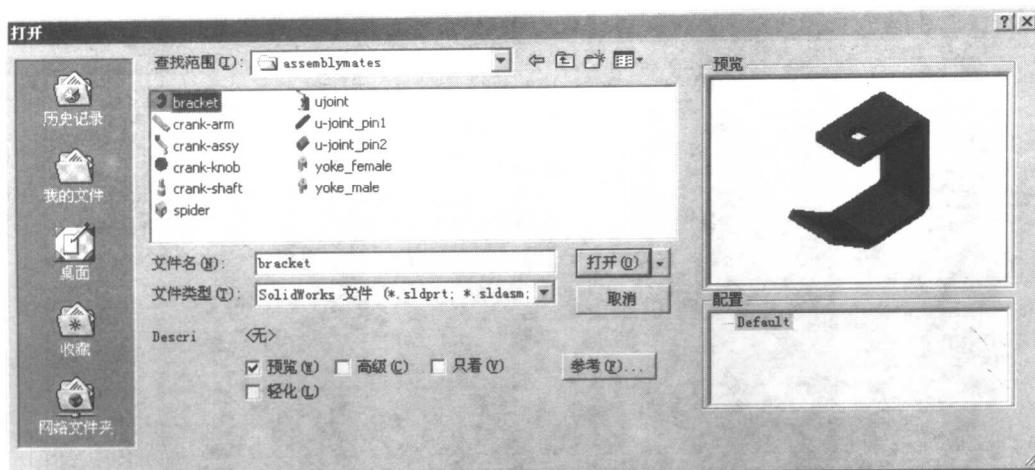
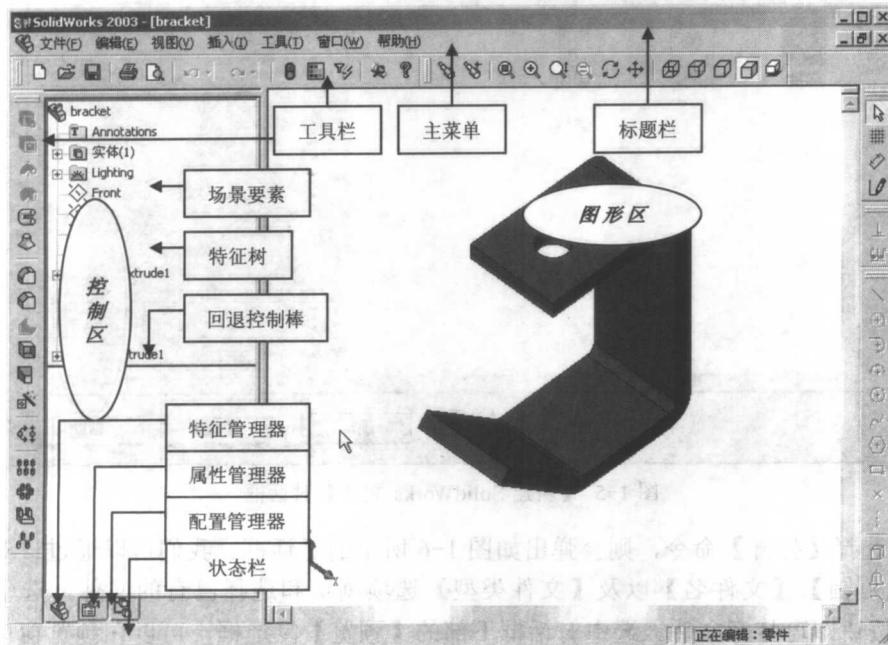

图 1-6 【打开】对话框
图 1-7 SolidWorks 2003 的用户界面
如果选择【打开】命令，则会弹出如图 1-6 所示的对话框。我们可以通过该对话框中的【查找范围】、【文件名】以及【文件类型】选项浏览和选择已有的文件，选中后单击 打开(O) 按钮即可打开文件。选中对话框下部的【预览】复选框，可以在预览窗口中观察模型的基本情况，从而可以帮助我们确定要选择的文件。
SolidWorks 的用户界面属于典型的 Windows 软件风格，操作起来十分方便。现在我们打开 SolidWorks 2003 自带的一个样例文件来看一下其操作界面。单击 按钮，在【打开】对话框中单击【查找范围】选项的下拉箭头，选择下列路径：SolidWorks 安装目录\ samples\tutorial\assemblymates\ bracket（如图 1-6 所示），单击 按钮，就会出现如图 1-7 所示的用户界面。与大家所熟悉的 Ms Office 等 Windows 应用程序一样，SolidWorks 的用户界面